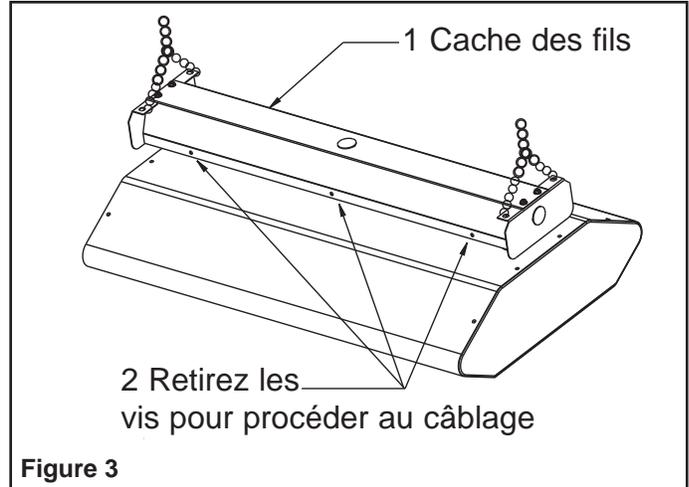

Figure 3
Référez-vous à la Figure 3 et procédez comme suit.
2. Attachez les chaînes (non fournies) de chaque côté du cache des fils comme indiqué sur la Figure 3.
4. Retirez les vis (voir Figure 3) de l'avant du cache des fils et laissez le radiateur tourner vers le bas pour le câblage.